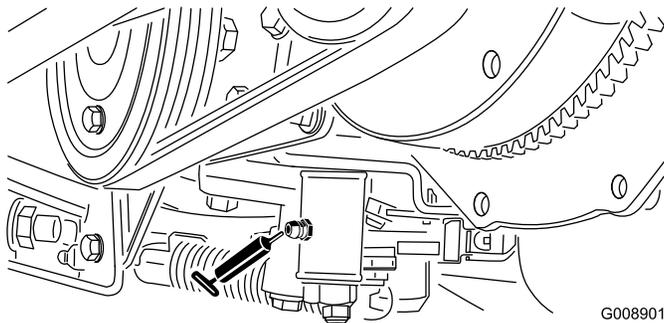

Figura 43
- Mecanismo de ajuste do ponto morto (Figura 43)